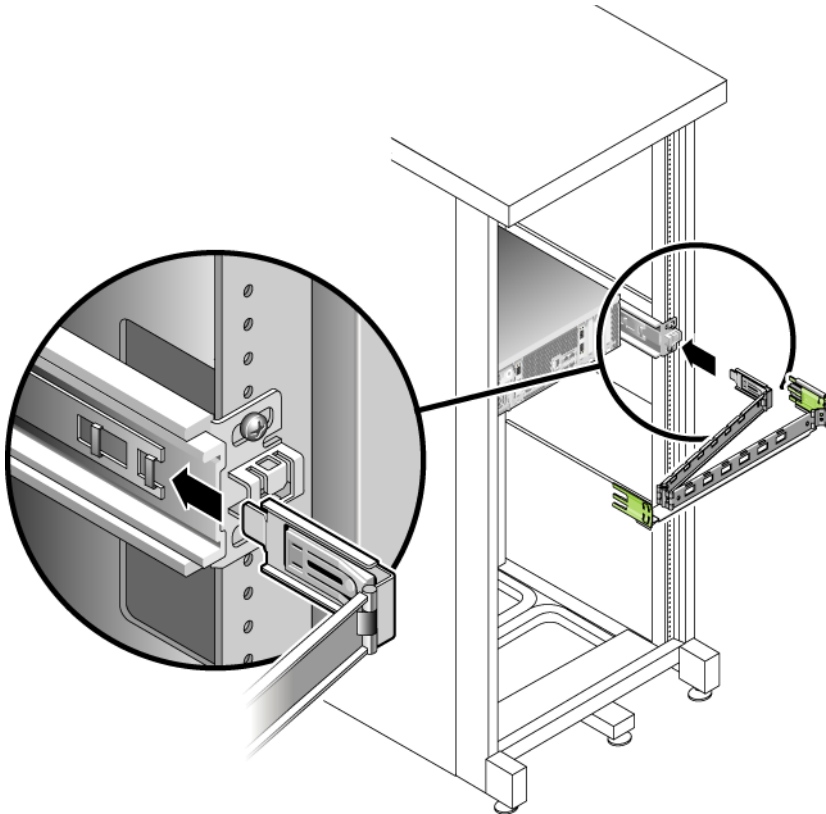

FIGURA 2-20 Montaje del conector CMA interior
2. **Inserte la extensión más pequeña en el clip situado en el extremo del soporte (FIGURA 2-20).**